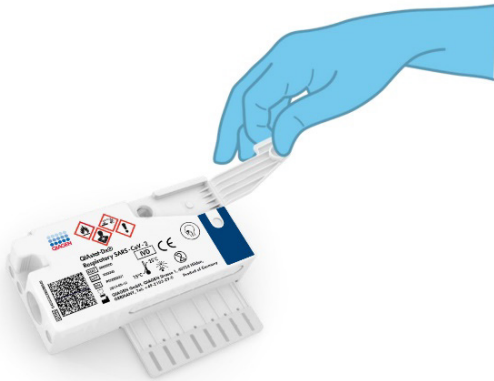

图 39. 打开主口的样本盖。
4. 打开 QIAstat-Dx Respiratory SARS-CoV-2 Panel Cartridge 前侧主口的样本盖（图 39）。